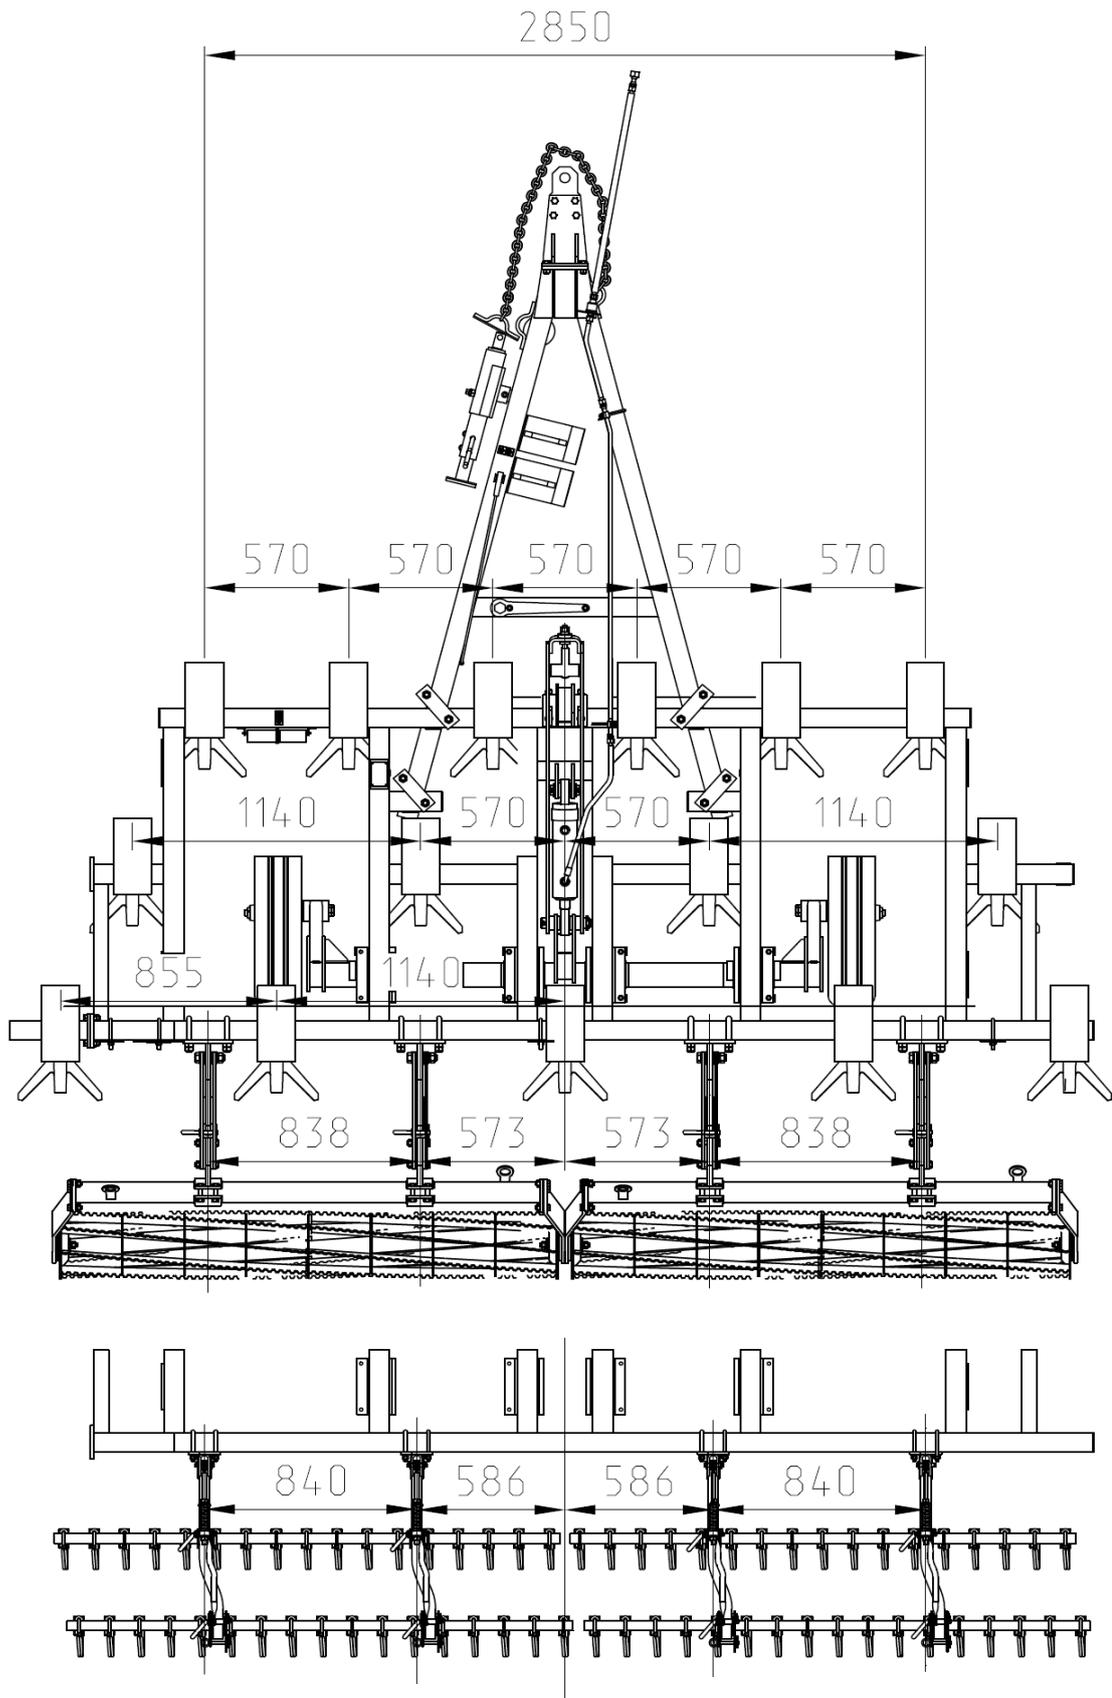

Рис.21 Схема расстановки рабочих органов.
-установить на раме культиватора рабочие органы согласно (рис.21);